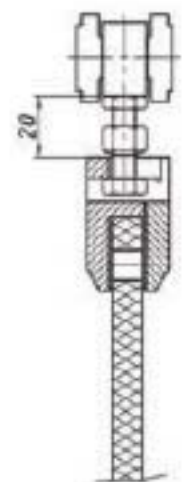

Fig. 4
b. Montieren Sie die Laufwagen und die dazugehörigen Klemmschuhe, in einem Abstand von 20mm von der Basis des Laufwagens wie gezeigt in Abb.4